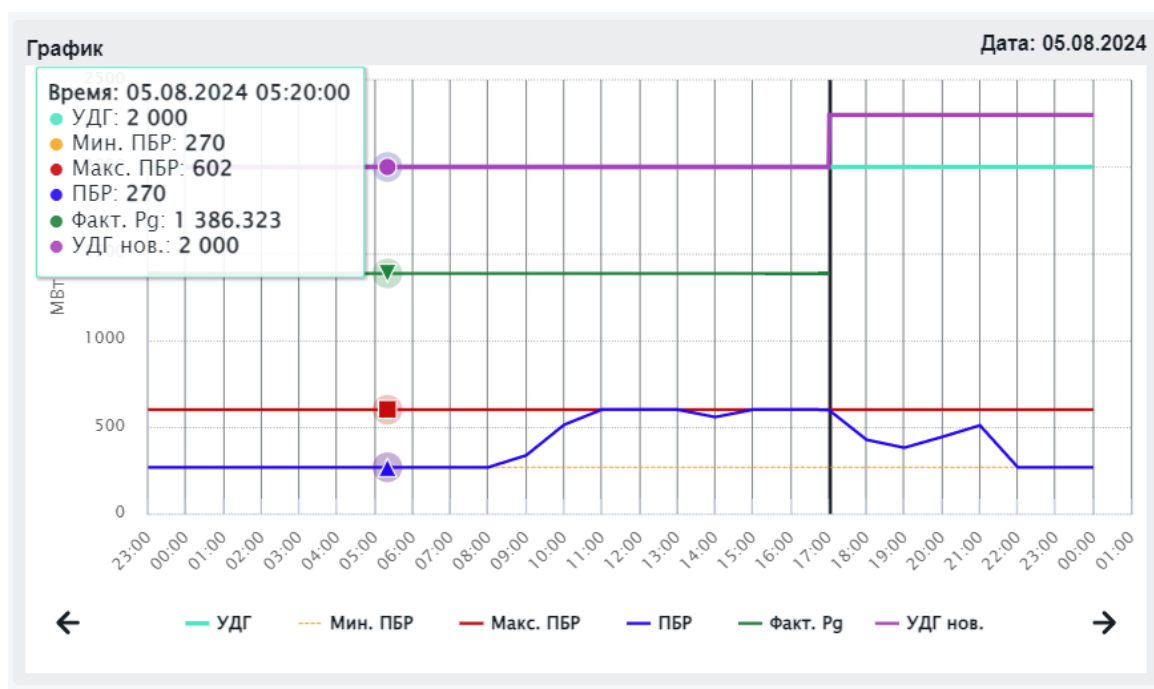

Рисунок 4-12
3. Графическое отображение параметров с учетом параметров регистрируемой команды. При выборе класса СДК «Активная мощность» и «Эксплуатационное состояние» в модальном окне отображается график Р (Рисунок 4-12) с данными: